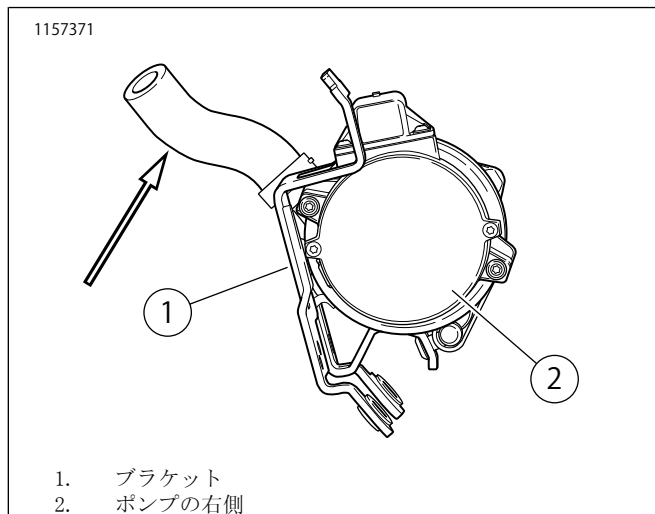

図7。ポンプからつなげるエンジンホースの向き
10. 図7を参照してください。ポンプからつなげるエンジンホースを位置合わせします。